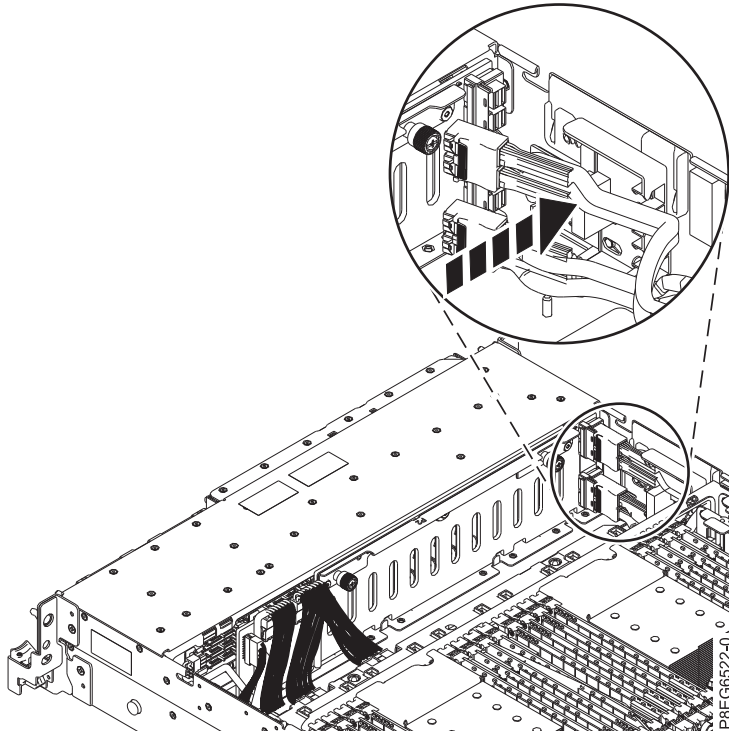

Figure 14. Routage des câbles SAS avant dans le bloc de guides
7. Acheminez les câbles SAS avant dans le bloc de guides situé sur le côté du châssis, comme illustré dans la figure 14, à la page 16.